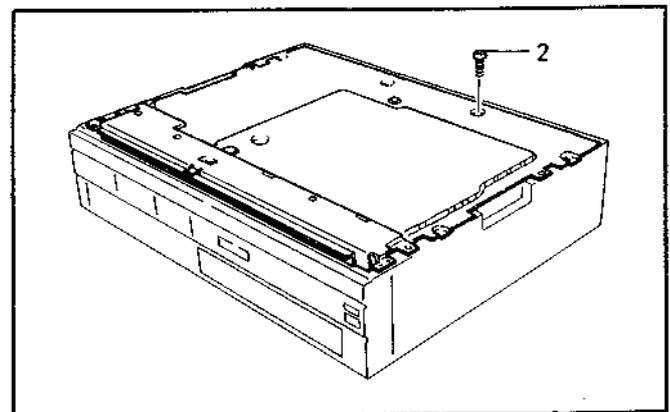

Abb. 4 Bodenplatte
4. Regler/Regler-IC-Leiterplatten (Abb. 4 und 5)